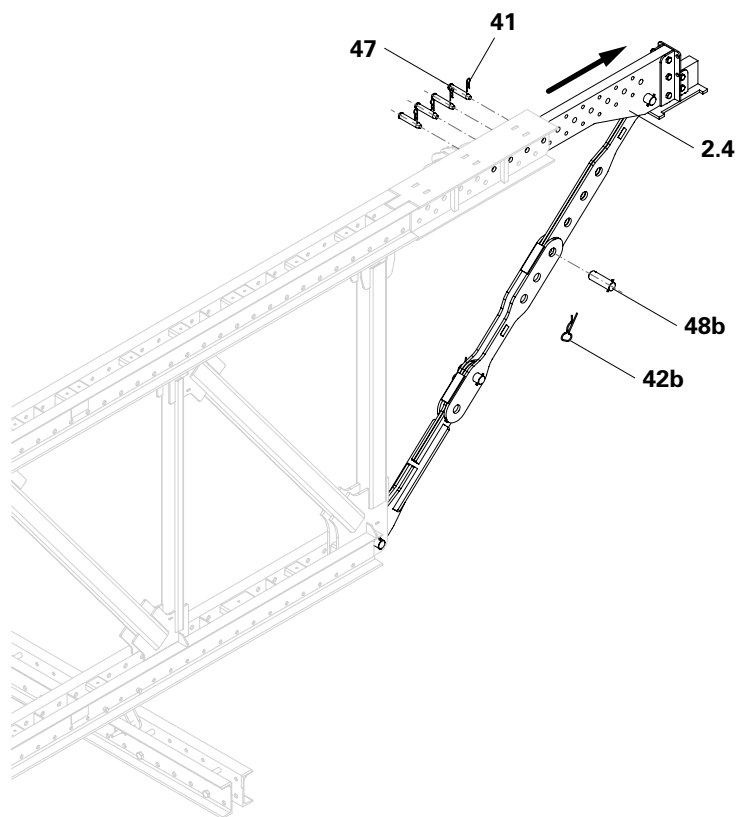

Fig. A1.13
5. Rimuovere l'inserto a molla (41) e sfilare il perno calibrato (47). (Fig. A1.13)
7. Inserire il perno calibrato (47) e assicurarlo con l'inserto a molla (41).